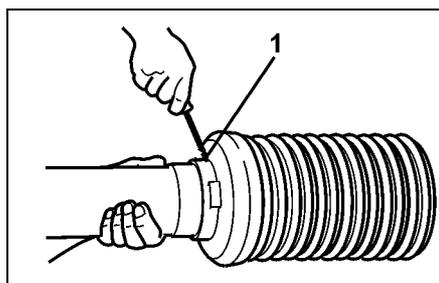

Fig. 35
1. Arretierschraube (Fig. 35/1) herausschrauben.